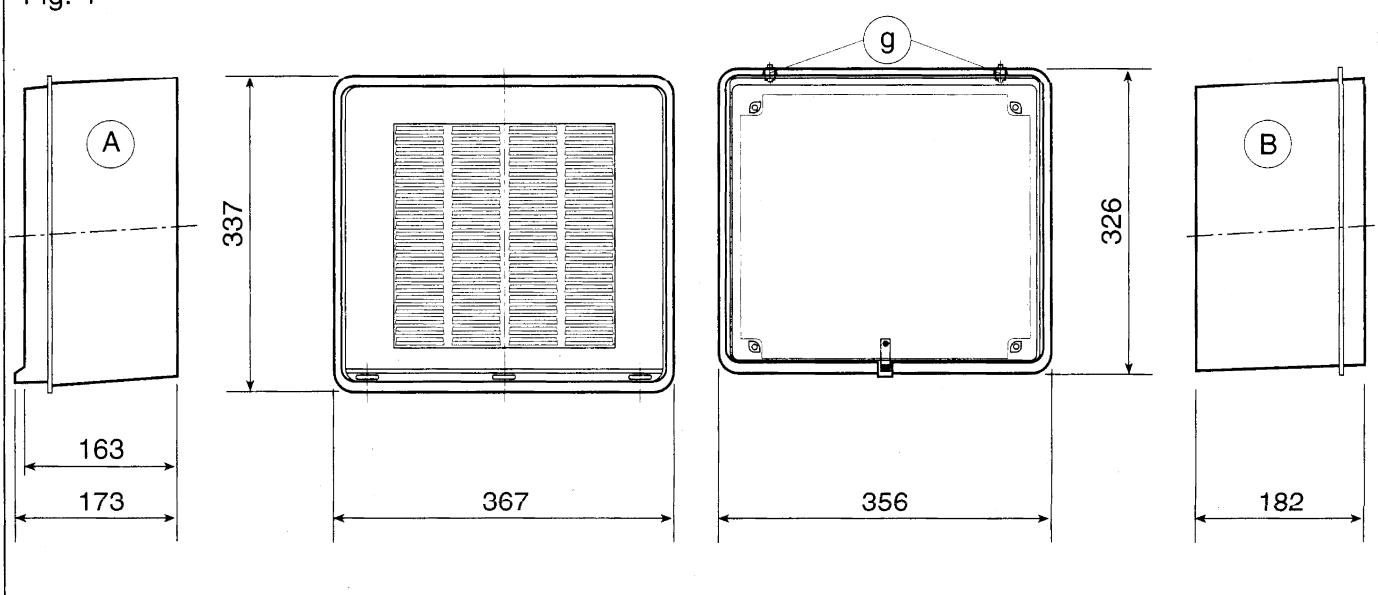

Fig. 2
- Fig.2- Oter la grille intérieure (a) après avoir dévisser complètement la vis de fixation (b)
- Fig.2- Remonter la grille intérieure (a) en plaçant les deux crochets (g) du caisson intérieur B dans les encoches placées en partie supérieure de la grille. Revisser la vis de fixation (b).